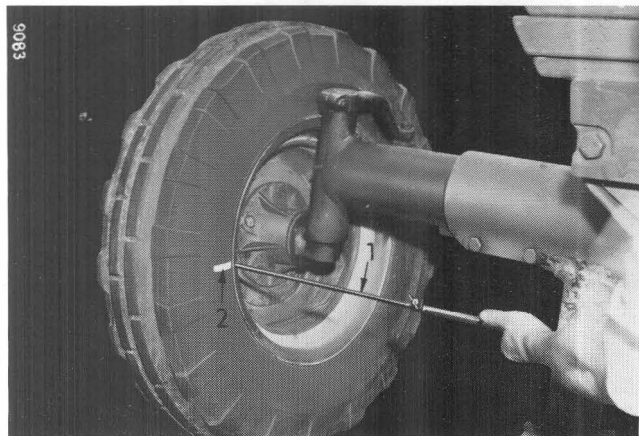
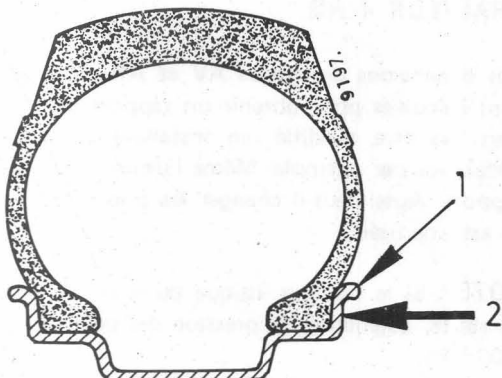

Figure 104 - Vérification du pincement des roues avant.
Figure 105
Vérification du pincement avec la règle coulissante (1) Fig. 104
Marquez des repères sur les pneus, à hauteur des chapeaux de moyeux (2, Fig. 104).
Mesurez la distance entre les jantes, en plaçant le règle coulissante (1) entre les flancs de la jante (2, Fig. 105) au niveau des repères (2, Fig. 104).
Faites tourner les roues d'un demi-tour en arrière. Mesurée en ce dernier endroit, la distance doit être plus grande qu'à l'avant (A ou B, Fig. 104).
Lorsque vous mesurez le pincement, placez la règle contre les flancs de la jante (2, Fig. 105) et non sur les bords extérieurs (1).
Mettez la règle à 0. Faites tourner les roues d'un demi-tour en avant. Mesurée en cet endroit, la distance doit être plus grande qu'à l'avant. Voir A ou B, Fig. 104.